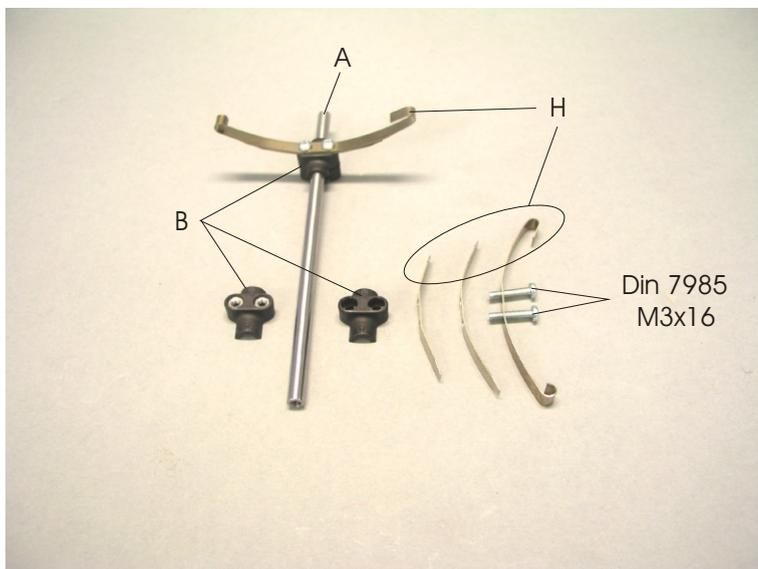

Bild 2
In Bild 2 sehen sie, wie die Achshalter (B) und die Blattfedern (H) mit der Achse (A) verbunden werden. Die Schrauben und U-Scheiben aus dem Blattfederer (H) benötigen sie später zur Montage der Blattfedern am Drehschemel.